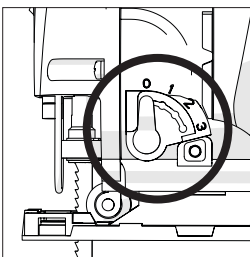

Fig 4
4. URVALSKNAPP FÖR SÅGNINGSLÅGE (Fig. 4)